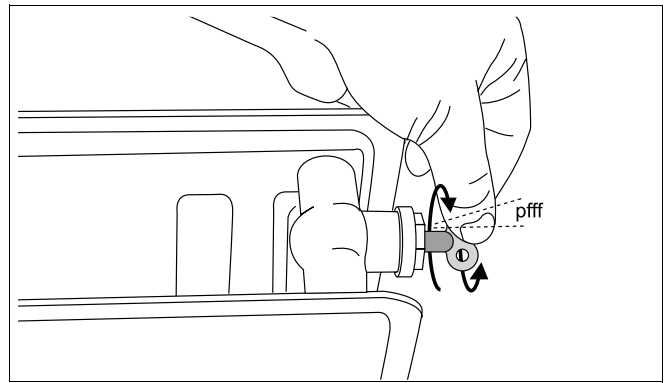

fig. 32 Ontluchten verwarmingslichamen
- Ontlucht alle verwarmingslichamen (bijv. radiatoren) in de cv-installatie. Begin hierbij op de laagste verdieping in het pand, en ga steeds één verdieping hoger (→ fig. 32).